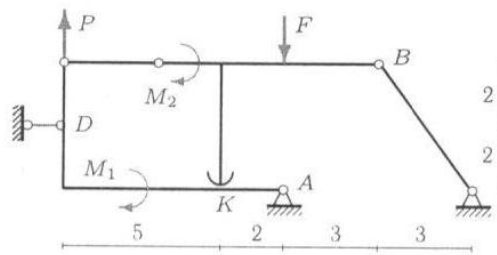

Рис. 3
**Задача 3.** Две части составной рамы соединены шарнирным стержнем и односторонней связью в точке  $K$  (гладкая опора). На раму действуют заданные нагрузки  $P = 2$  кН,  $M_1 = 4$  кНм,  $M_2 = 6$  кНм и сила  $F$ . Размеры на рисунке даны в метрах (рис. 3). Для каких значений силы  $F$  система находится в положении равновесия?